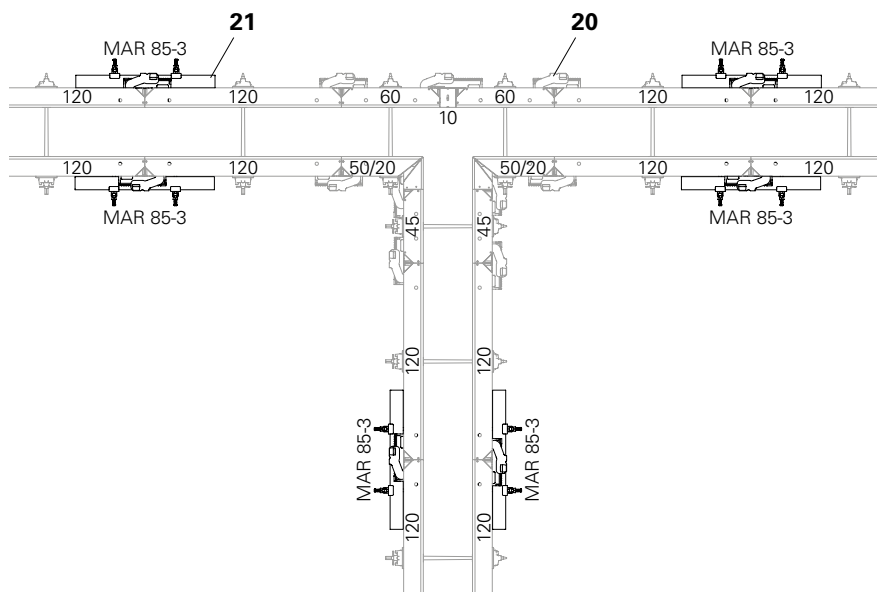

Fig. C6.01
Avec les panneaux de largeur $b \leq 120$ juste après les amorces de voile à 90° , poser une filière de compensation MAR 85 (21) pour renforcer le joint de panneau suivant. (Fig. C6.01)